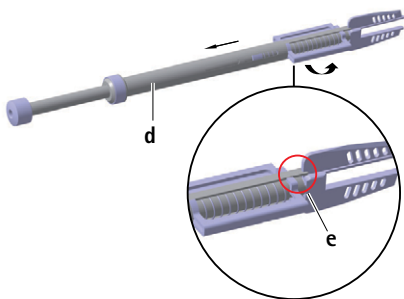

Fig. 3
- Far scattare in posizione nella traversina dello scalpello la scanalatura **e** della gabbia **d**, vedere Fig. 3.